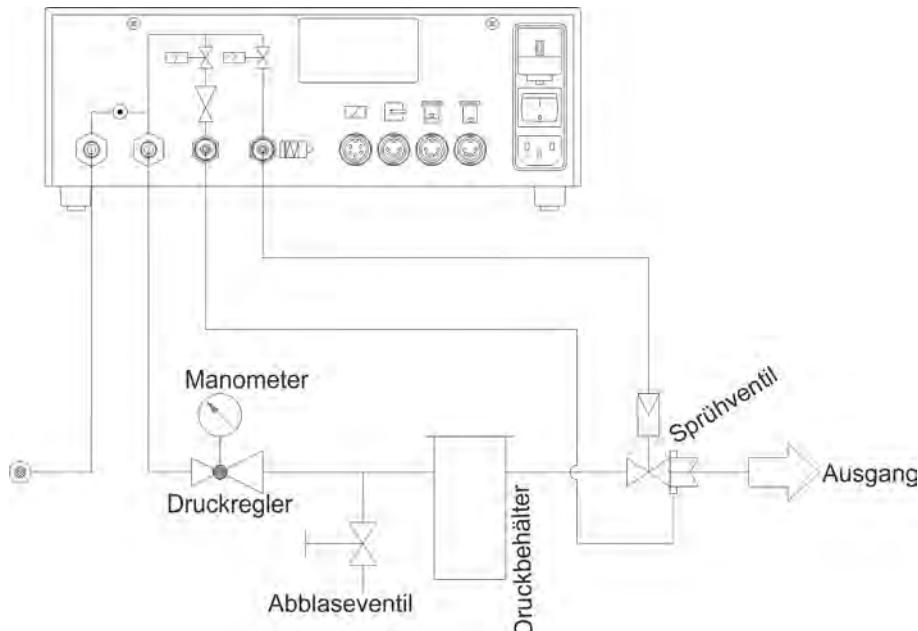

Abb. 1: Funktionsbeschreibung
4. ➤ Druckluftanschluss herstellen (siehe Abb. 1).
5. ➤ Sprühluftventil anschließen (siehe Abb. 1).